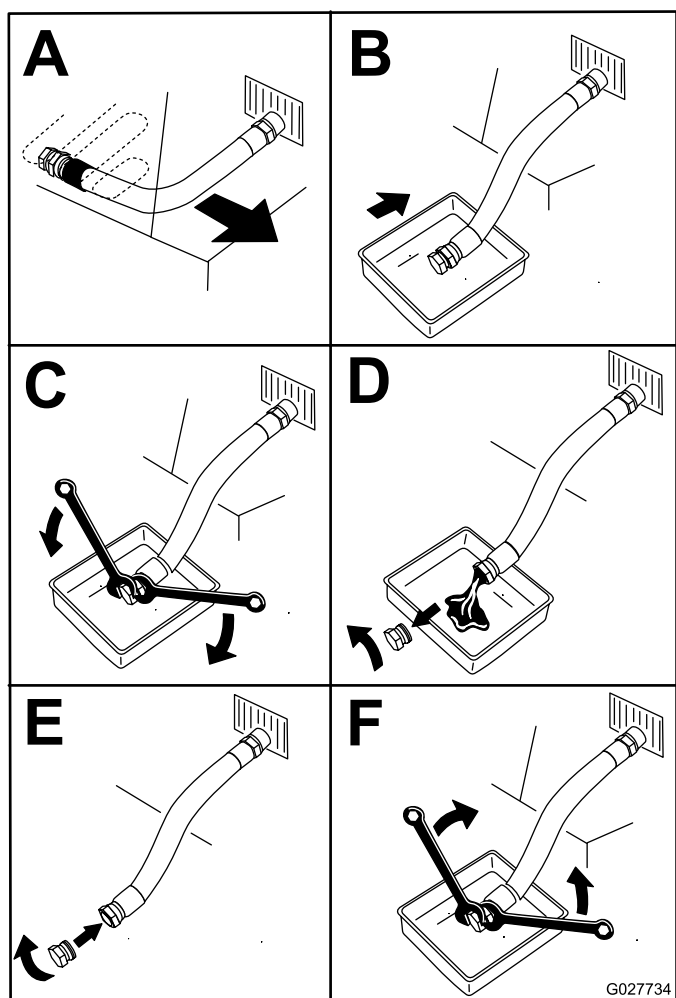

Figura 60
5. Vidangez l'huile moteur (Figura 60).